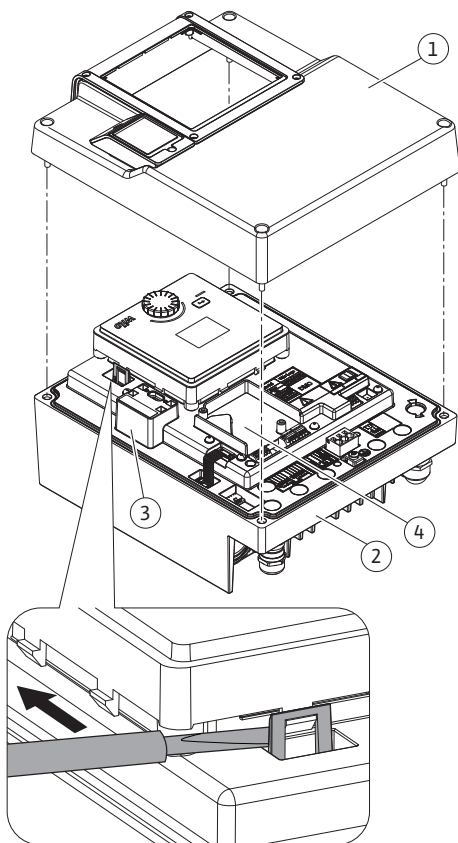

Fig. 17: Elektroonikamoodul
CIF-moodulid (lisavarustus) on mõeldud pumpade ja hoonehaldussüsteemi vaheliseks kommunikatsiooniks. CIF-moodulid ühendatakse elektroonikamoodulisse (Fig. 17, pos. 4).